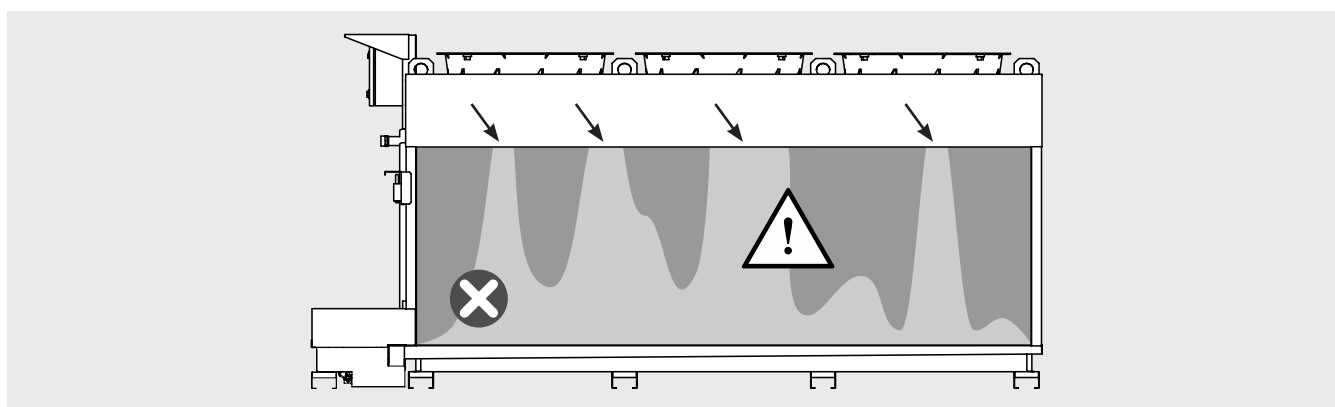

Figura 18
- 11.8 Con el sistema adiabático en funcionamiento, compruebe que hay una distribución adecuada del agua en los paneles: es aceptable una coloración oscura uniforme en al menos el 80% de la superficie del panel. Véase el punto 12.32. Véase Figura 18 como ejemplo de coloración inaceptable.
- 12.12.1 Realice una inspección visual del sistema de distribución adiabática de agua en los paneles. Una distribución irregular del agua en el panel exterior (coloración irregular del panel, véase la Figura 18) puede deberse a la obstrucción de una o varias boquillas de conexión rápida. Un flujo anormal de agua durante el funcionamiento del sistema adiabático puede atribuirse a una o más boquillas dañadas. En caso necesario, sustitúyalas como se indica a continuación.